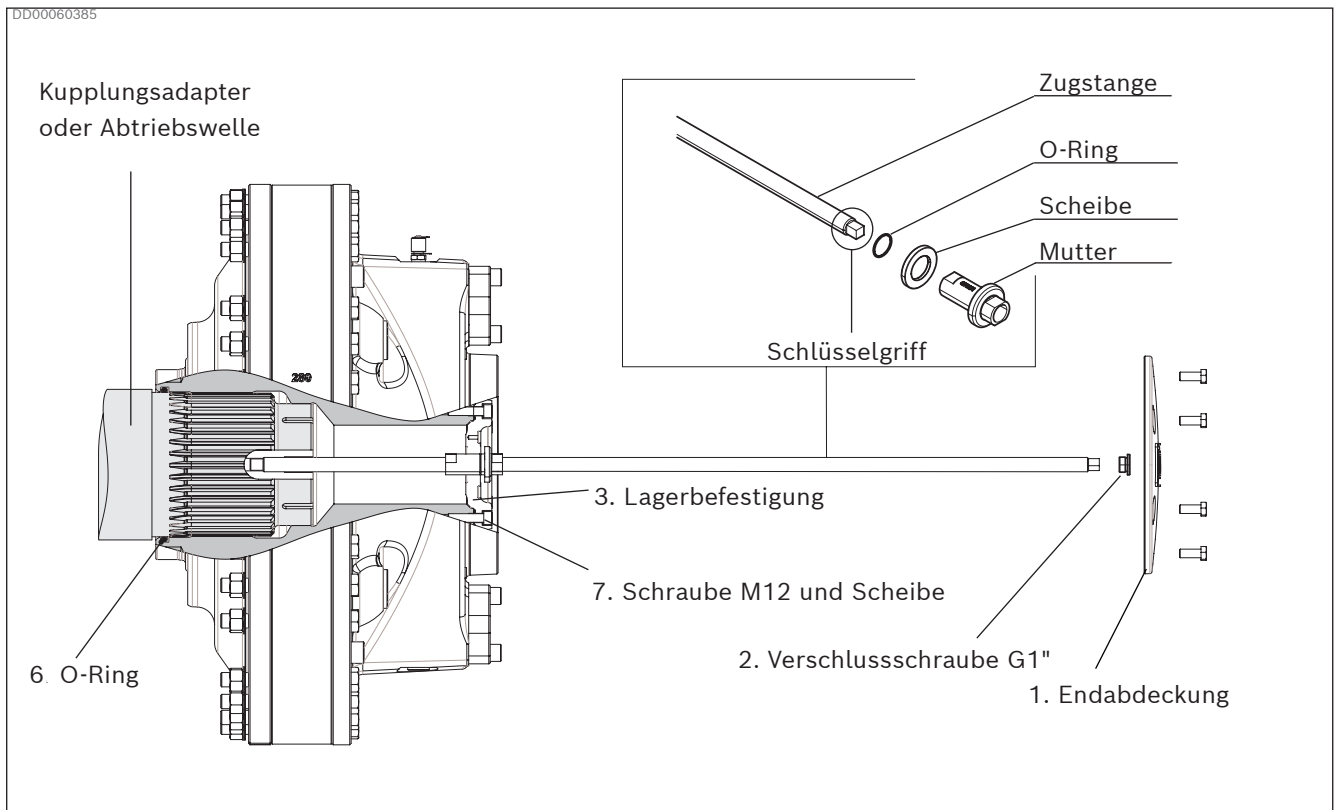
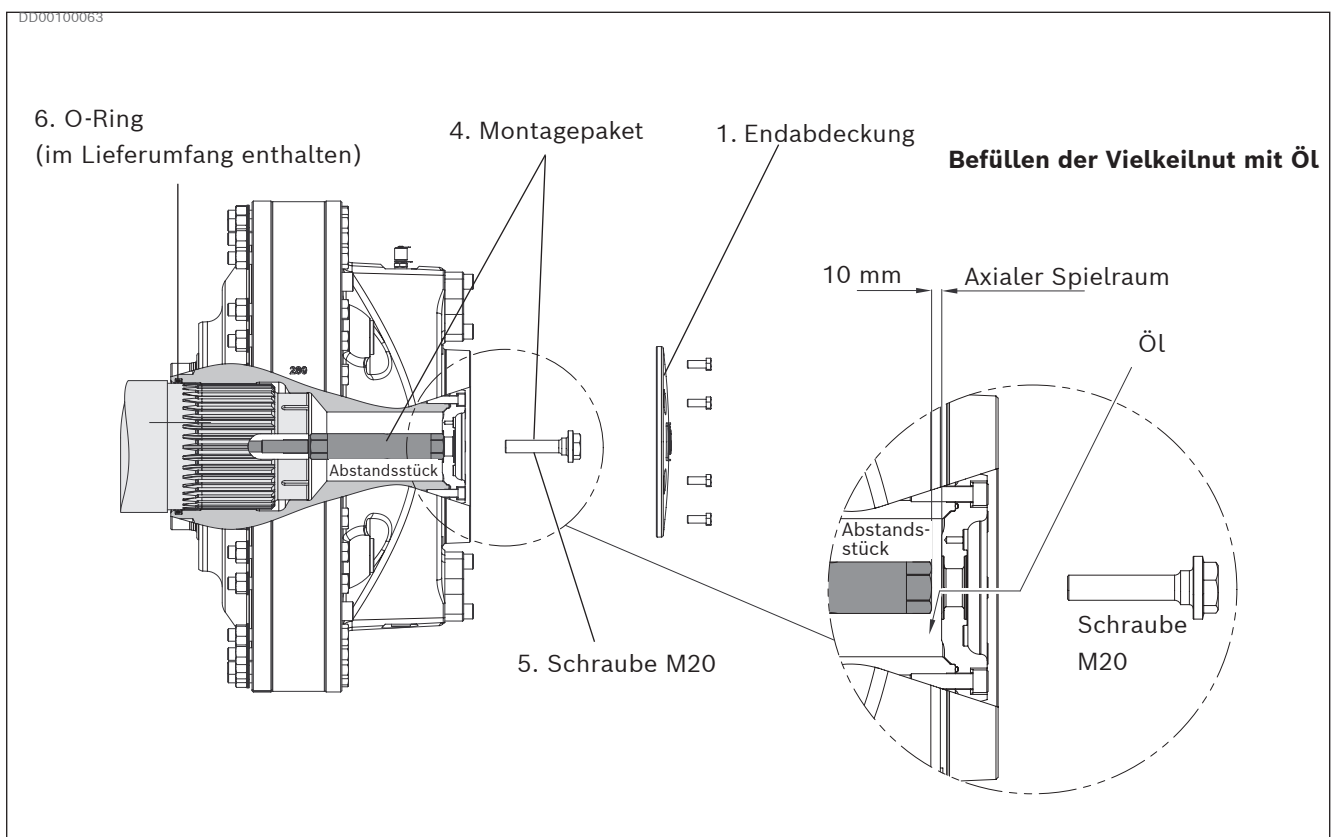

Bild 41: Montage des Motors mit Vielkeilnut mithilfe des Montagewerkzeuges
Bild 42: Befestigen Sie den Motor mit Vielkeilnut mithilfe des Montagepaketes, waagerechte Montage.
Diese Anleitung bezieht sich auf die Bilder *Bild 41*, *Bild 42*.
5. Entfernen Sie die Verschlusschraube G1" (2).
8. Installieren Sie das Montagewerkzeug, indem Sie die Zugstange durch die Mitte des Motors führen und mit dem Schlüsselgriff am Ende des Werkzeuges bis auf die angegebene Tiefe in die Abtriebswelle einschrauben. Montieren Sie die Scheiben, und ziehen Sie anschließend die Mutter an der Lagerbefestigung (3) an.
13. Montieren Sie das Abstandsstück, das im Montagepaket (4) enthalten ist, auf der Abtriebswelle. Anzugsmoment 450 Nm.
14. Bringen Sie die Lagerbefestigung (3) wieder mit den geölten M12-Schrauben und den Scheiben (7) an. Anzugsmoment 136 Nm.
15. Füllen Sie Hydrauliköl bis zum Gewinde G1" auf. Axiales Spiel von 10 mm [0,4 Zoll] beim Befüllen, siehe *Bild 42*. Ölvolumen, siehe *Tabelle 16*.
16. Befestigen Sie den Motor mit der M20-Schraube (5) an der Abtriebswelle. Anzugsmoment 385 Nm.
17. Bringen Sie die Endabdeckung (1) wieder an. Anzugsmoment 80 Nm.